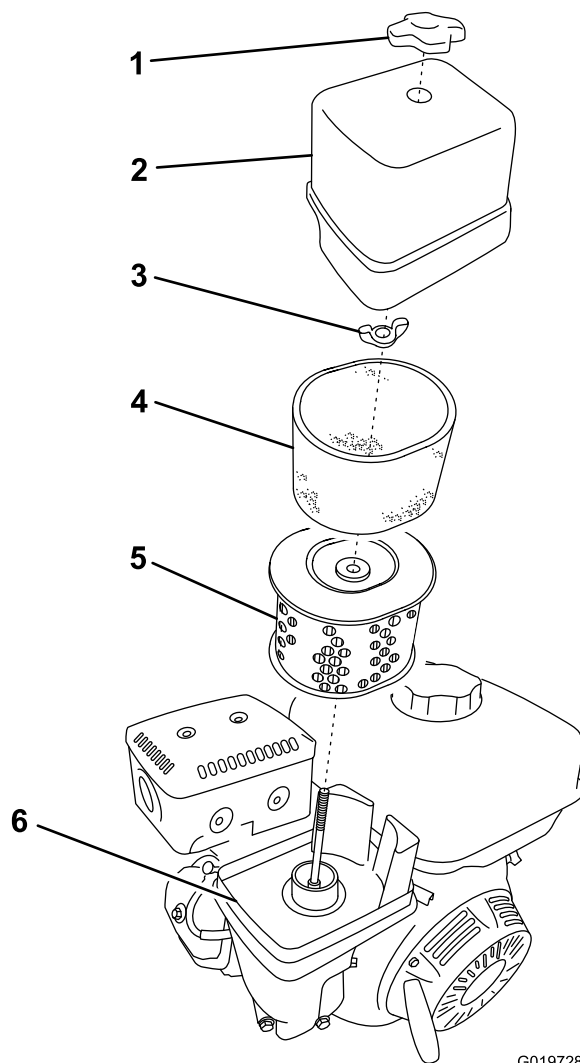

Figura 25
3. Retire la tuerca que sujeta la tapa (Figura 25).
5. Separe cuidadosamente de la base los elementos de gomaespuma y de papel (Figura 25).
6. Separe el elemento de gomaespuma del elemento de papel (Figura 25).